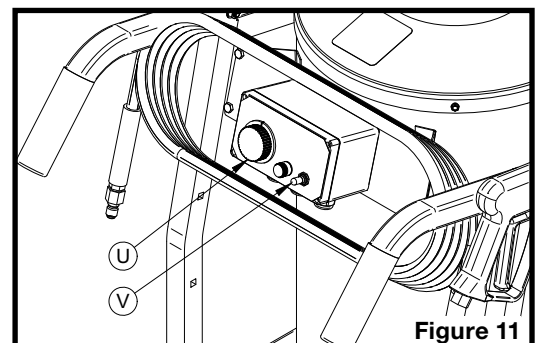

Figure 11
2. Actionner l'interrupteur du brûleur (V sur la figure 11).
3. Ajuster le thermostat (U sur la figure 11) à la température désirée.
1. Si l'appareil fonctionne en mode nettoyage haute pression à l'eau chaude, fermer l'interrupteur du brûleur (V sur la figure 11) et laisser couler l'eau jusqu'à ce que sa température soit à moins de 100 °F (40 °C).